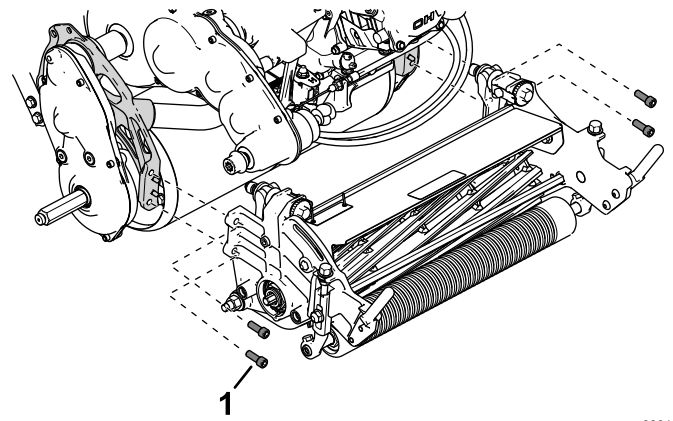

Figura 4
3. Use 4 parafusos de cabeça cilíndrica para instalar a unidade de corte na máquina (Figura 4).